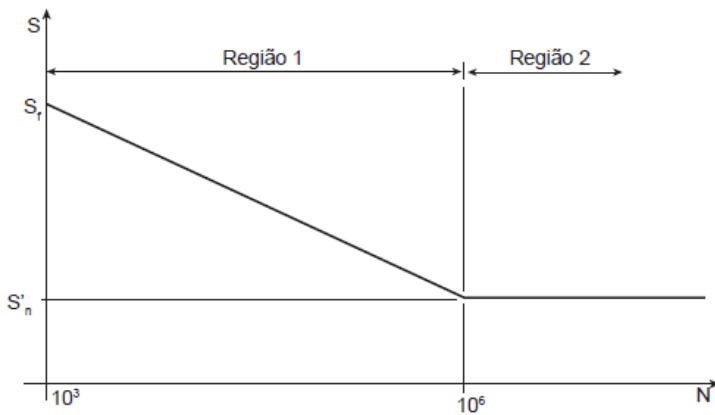

Figura 1
A Figura 1 mostra o diagrama S-N referente ao ensaio de fadiga para um corpo de prova de material dúctil.
- O gráfico da Figura 1 indica que na região